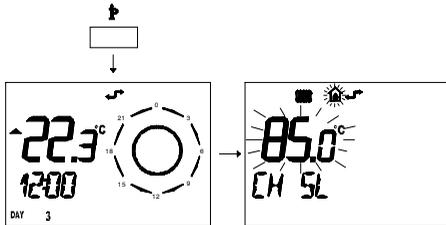

fig. 5.27
- 2 Premere per più di 3 secondi il pulsante P per entrare in modalità *INFO*. (fig. 5.27)
- 1 Premere per più di 3 secondi il pulsante  per entrare in modalità **INFO**. (fig. 5.27)